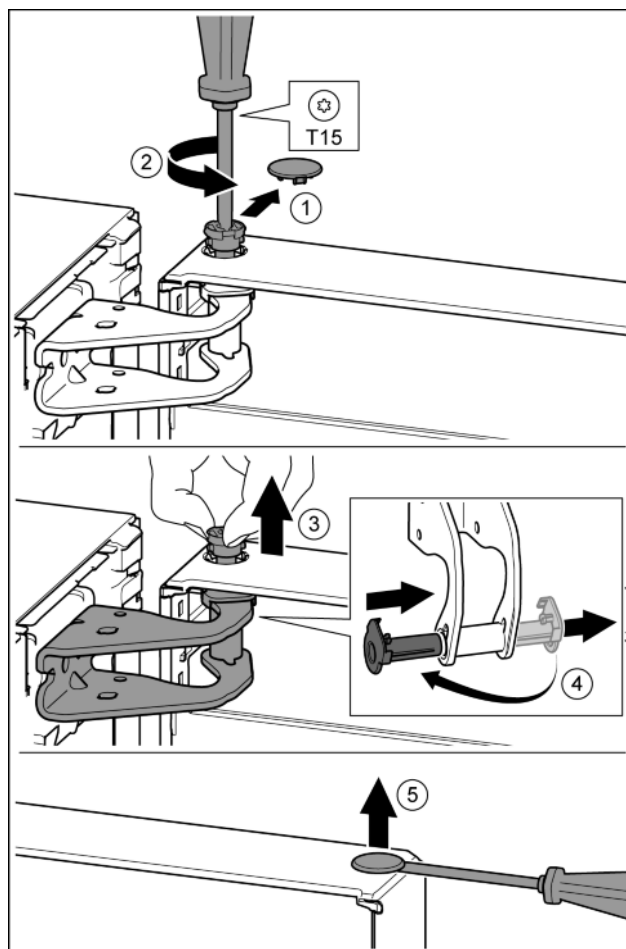

Fig. 12
- ▶ Осторожно снять предохранительную крышку. Fig. 12 (1)
- ▶ Немного выкрутить палец отверткой T15. Fig. 12 (2)
- ▶ Удерживать дверь и вытянуть палец рукой. Fig. 12 (3)
- ▶ Опорную втулку вывести из направляющей. Установить и зафиксировать с другой стороны. Fig. 12 (4)